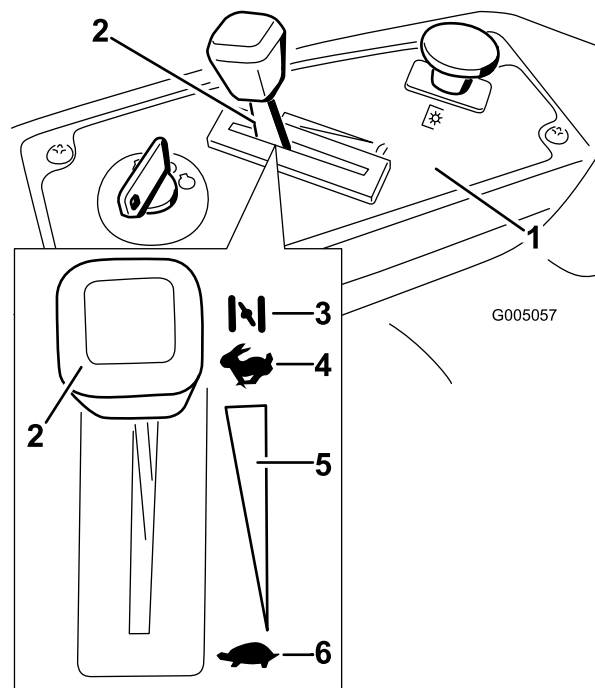

Figura 9
3. Gire la llave de contacto a Desconectado (Figura 9).